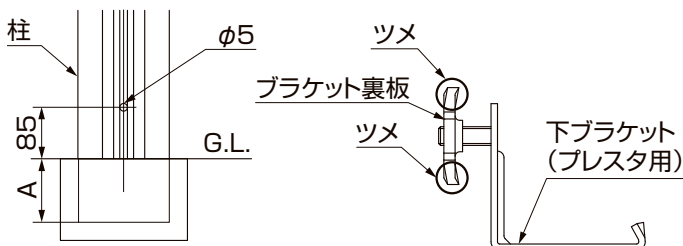

図3-4
- ②図のA+85mmにφ5mmの穴加工を行ってください。(図3-4参照)